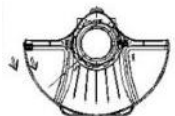

Рис.6
2.Поверните защитный кожух в указанном направлении, пока кожух прочно не зафиксируется, как показано на рис.6